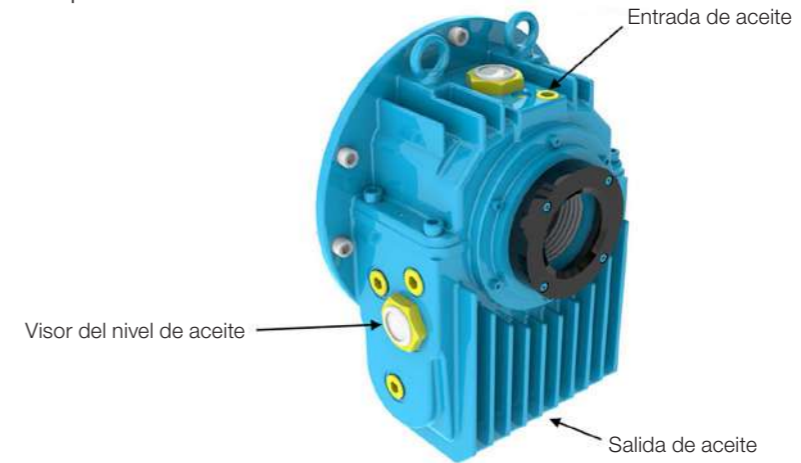

Figura 8.1 - Cojinete de deslizamiento.
- drene el aceite a través del drenaje localizado en la parte inferior de la carcasa del cojinete (ver Figura 8.1).